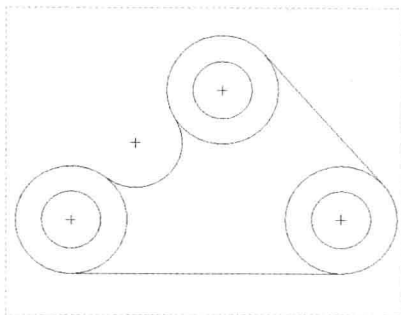

图 2-86 圆形修剪圆角
- 圆角修剪:圆角的形状为圆形,且圆角图形后不存在构造线。例如,选择“圆形修剪”选项,分别选取两个图元,系统便会在这两个图元间创建圆形修剪圆角,如图2-86所示。